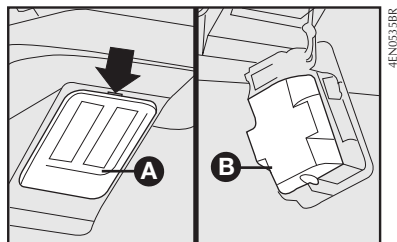

fig. 45
1) remover a lente transparente **A-fig. 45** forçando com uma chave de fenda no ponto indicado pela seta.